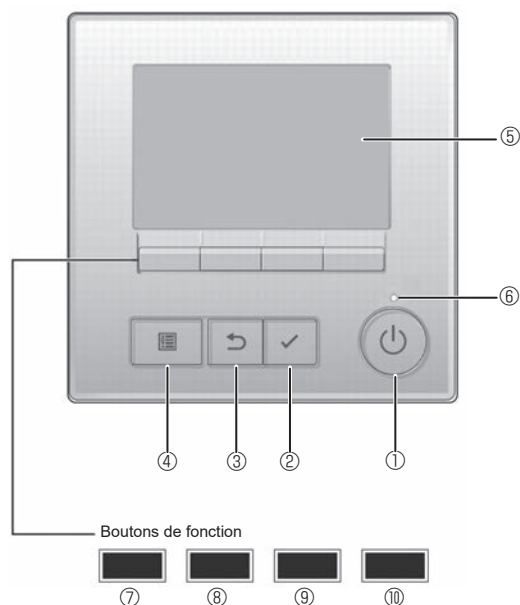

Fig. 7-1
7.2.1. Utilisation de la télécommande filaire (Fig. 7-1)
① Touche [Marche / Arrêt]